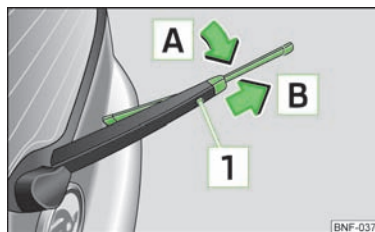

Abb. 31
- Den Scheibenwischerarm von der Heckscheibe anheben und das Scheibenwischerblatt geringfügig in Richtung Scheibenwischerarm, Pfeil [A] » Abb. 31 kippen.